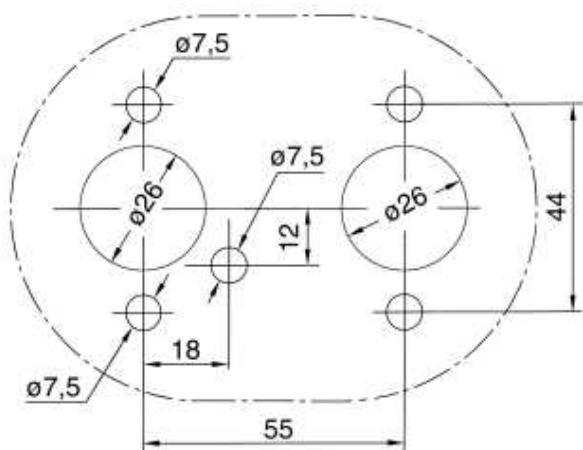

Рис. 9
4.2.3 Между печкой и установочной поверхностью транспортного средства необходимо обеспечить хорошее уплотнение. Между печкой и установочной поверхностью транспортного средства должна быть вставлена специальная прокладка (как показано на Рис. 8), которая поставляется производителем. Установочная поверхность должна быть достаточно ровной. Место, на которое устанавливается печка, должно иметь неровности менее 1 мм. После того как будут просверлены установочные отверстия неровности поверхности должны быть устраниены в соответствии с данными требованиями. После установки плотно закрутите четыре поставляемые производителем гайки M6. Убедитесь, что в зазоре между печкой и установочной поверхностью транспортного средства (Рис. 8 -F) нет посторонних предметов. Расположение установочных отверстий представлено на Рис. 9. *Предупреждение: перед повторной установкой печки необходимо заменить прокладку.*